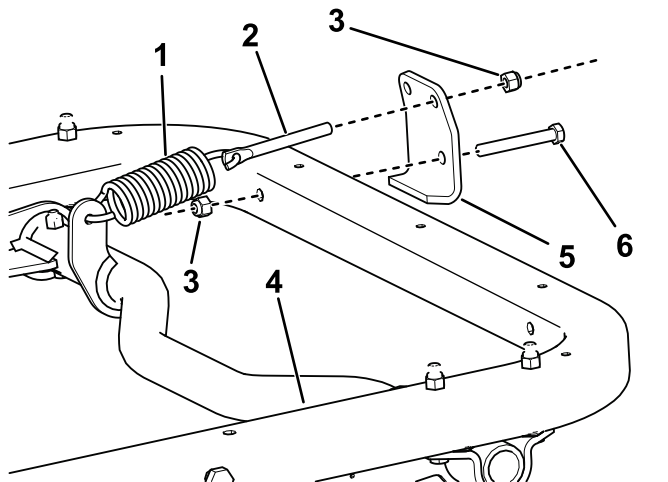

Figura 6
Notă: Poziionai tija arcului aa cum se arată în Figura 6.
- Notă:** Poziionai suportul arcului aa cum se arată în Figura 6.